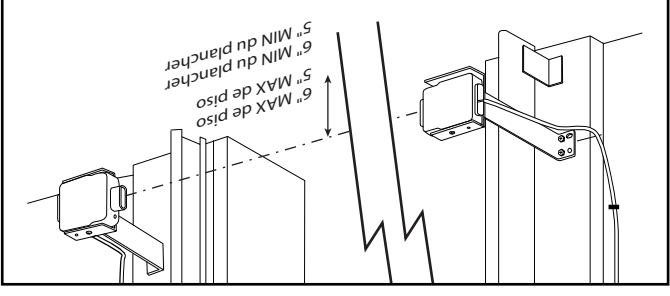

FIG. 5-4 Verifique la alineación del Safe-T-Beam®.
Verifique la alineación del Safe-T-Beam® (Fig. 5-4).
- Asegúrese de que los topes de las lentes estén entre 5" y 6" arriba del piso (Fig. 5-4). Los soportes son flexibles y se pueden ajustar ligeramente si es necesario.
Verifier l'alignement du Safe-T-Beam® (Fig. 5-4).
- S'assurer que la partie supérieure des lentilles se trouve entre 12,5 et 15 cm au-dessus du sol (Fig. 5-4). La flexibilité des supports permet de les ajuster en les courbant légèrement, le cas échéant.